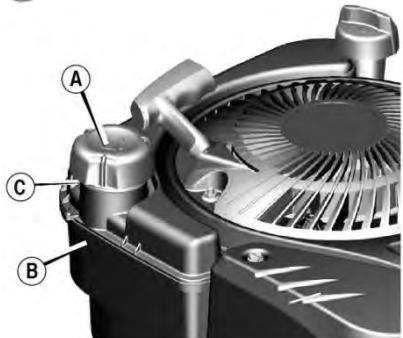

Рис.6 Рис.7
Для того, чтобы залить бензин в топливный бак, необходимо очистить область крышки топливного бака от грязи и мусора, снять предупреждающую наклейку из-под крышки (A, рис.6). Лучше заполнять бак (B), используя чистую воронку, но никогда не наполняйте его полностью, чтобы обеспечить расширение топлива. Не наливайте выше нижней части горловины топливного бака (C).